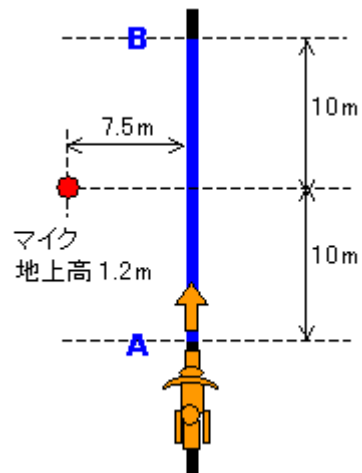

Fig.2 騒音測定の配置(加速、定常)
- ①加速騒音:50km/hか0.75S 低い方の車速から全開加速(Fig.2)
- ②定常騒音:50km/hか0.6S 低い方の車速で一定速走行
- ③近接排気騒音:停車時。排気口から0.5m45度後方。0.6S 一定
二輪車の音と言うと、排気音をイメージする人が多いかと思う。雑誌などのインプレッション記事からもライダーが感じる音としては、排気音の印象が強いようだ。しかし、Fig.2 で示した 7.5m 離れたマイクでは必ずしも全てが排気音ではない。